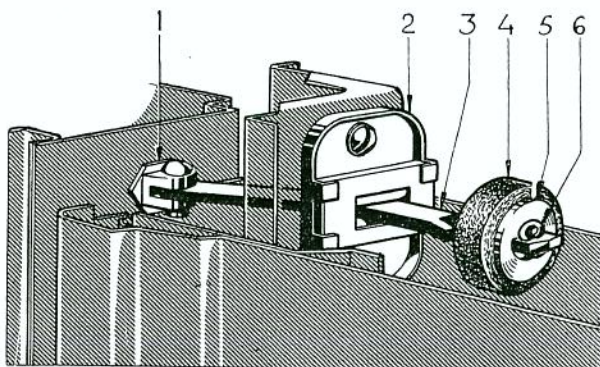

Bild 16. Dörrstopp.
3. Tag bort saxpinne (6), bricka (5) och gummi-buffert (4) för dörrstoppen, se bild 16.
3. Lossa muttern för dörrstoppens gaffelbult (1, bild 16) och lyft bort denna jämte länken (3).
4. Vid behov utbytes spärrhuset (2). Det är fastsatt med skruvar.